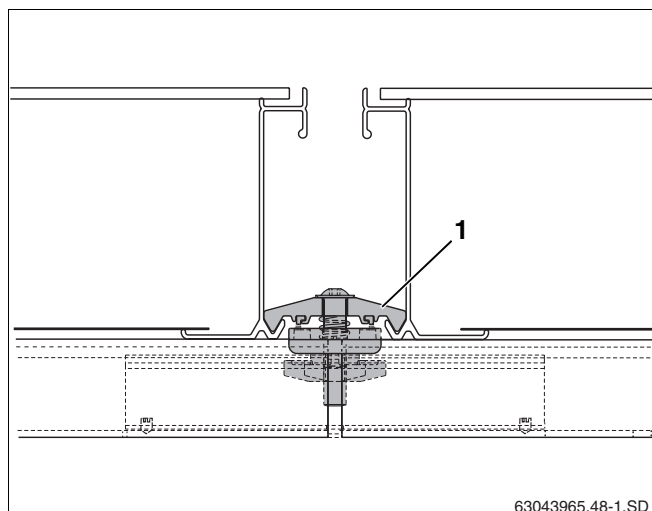

Fig. 48 Tensor bilateral entre dos colectores
El elemento de sujeción (fig. 48, **pos. 1**) del tensor del colector queda enganchado en los bordes inferiores del colector.